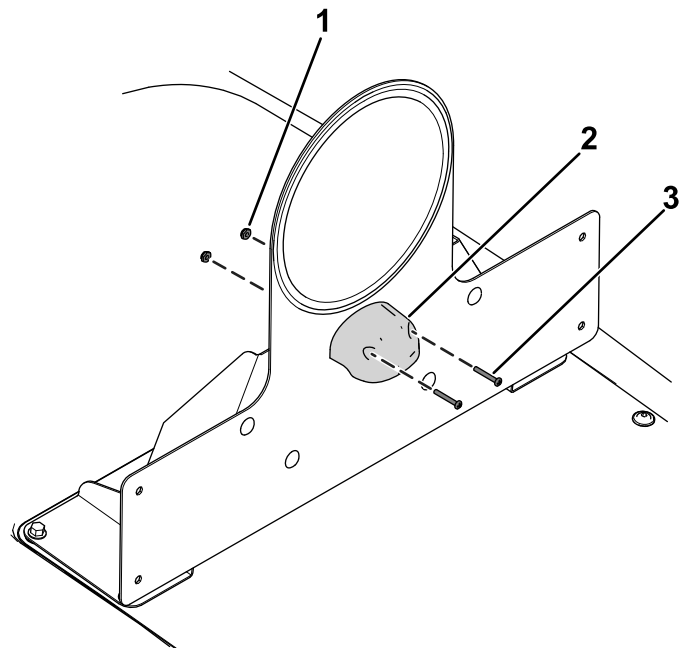

Bild 34
13. Befestigen Sie die Beleuchtungsplatte mit zwei Sicherungsmuttern (#6) und zwei Schrauben (#6 x 1") an der montierten Halterung der Geschwindigkeitsplatte, wie in Bild 34 dargestellt.
14. Schließen Sie den Kabelbaum an der Kennzeichenbeleuchtung an (Bild 34).